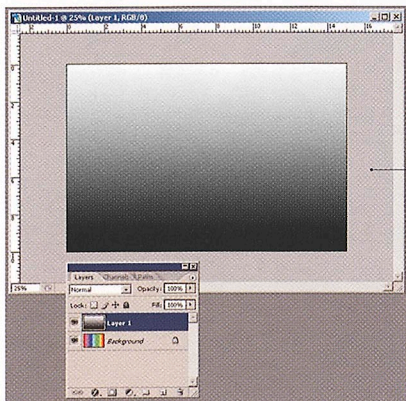

Рис. 6
- 5 Протягиваем его с нижнего края документа до верхнего (рис. 6).